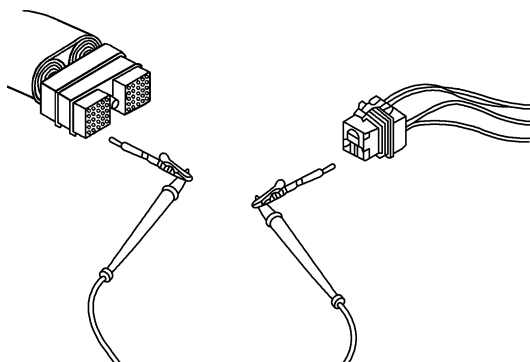

图 5-246 测量触针 33 与起动机继电器线束相应触针之间的电阻
⑦ 从 ECM 上断开 OEM 线束插头, 测量 50 针插头触针 33 与 ICONTM 起动机继电器线束插头 OEM 线束侧相应触针之间的电阻, 如图 5-246 所示。